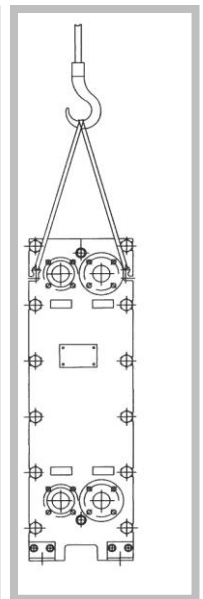

Figure 24
4. Posez l'ECP prudemment sur les pieds de l'appareil (Figure 24).